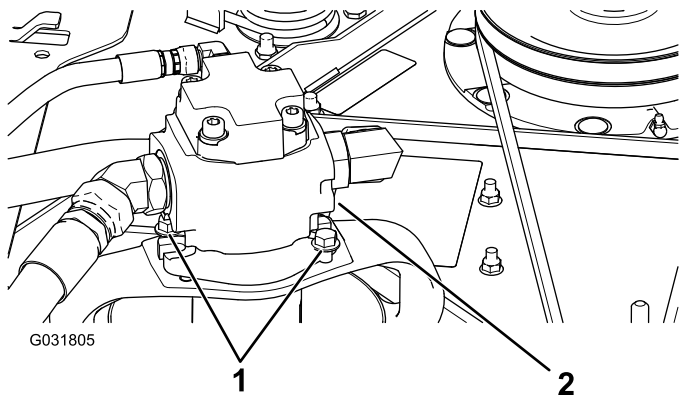

Figura 122
5. Retire los pernos que sujetan el motor hidráulico a la carcasa del cortacésped (Figura 122).
3. Retire los pernos que sujetan el motor hidráulico a la carcasa del cortacésped (Figura 122).